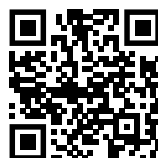

Fig. 131
- Öffnen sie das Liebherr SmartMonitoring Dashboard. (siehe Fig. 131)